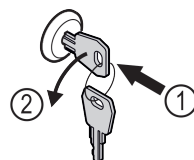

Fig. 201
- ▶ Insérer la clé. Fig. 201 (1)
- ▶ Tourner la clé à 90° dans le sens antihoraire. Fig. 201 (2)